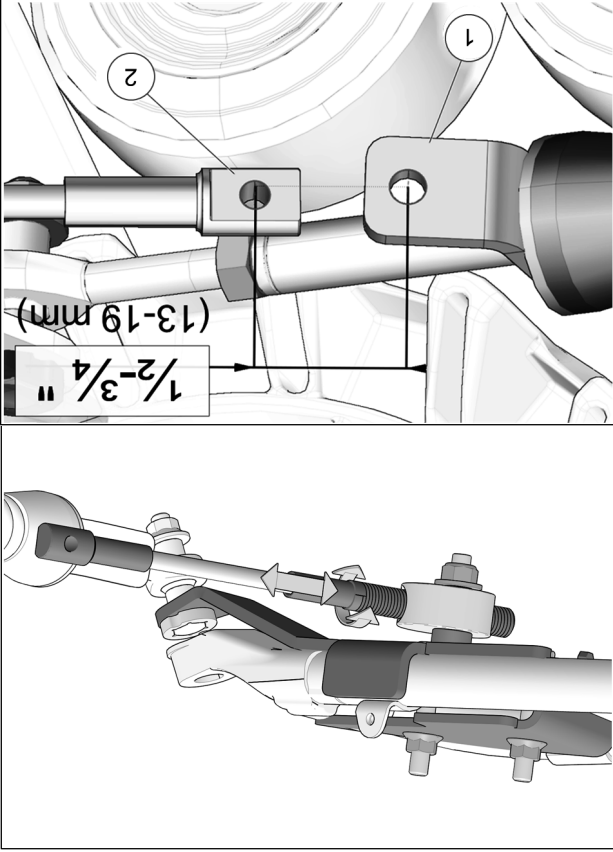

Fig. 27
17. Tourner le volant du véhicule au maximum de la course du côté gauche. En maintenant une pression au volant, ajuster le câble (en vissant ou dévissant pour ajuster la longueur) afin d'obtenir une distance de 13-19 mm [$\frac{1}{2}$ - $\frac{3}{4}$ po] du centre de l'extrémité du câble (1) au centre de l'extrémité du support de fixation (2). Voir la Fig. 27